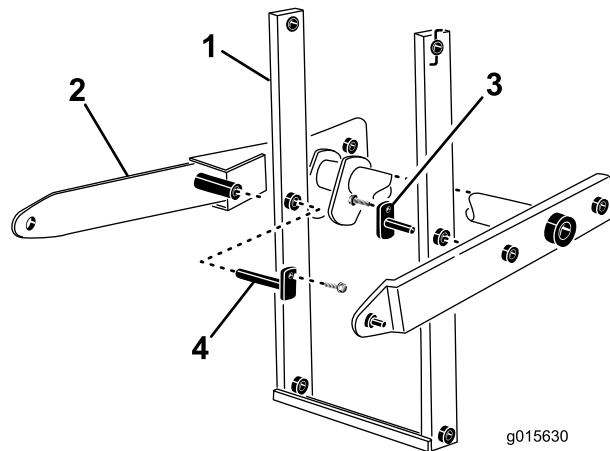

Figura 16
- Instale los pasadores de montaje de soldadura largos y cortos a través del conjunto del brazo y del conjunto del brazo de elevación principal (Figura 16).